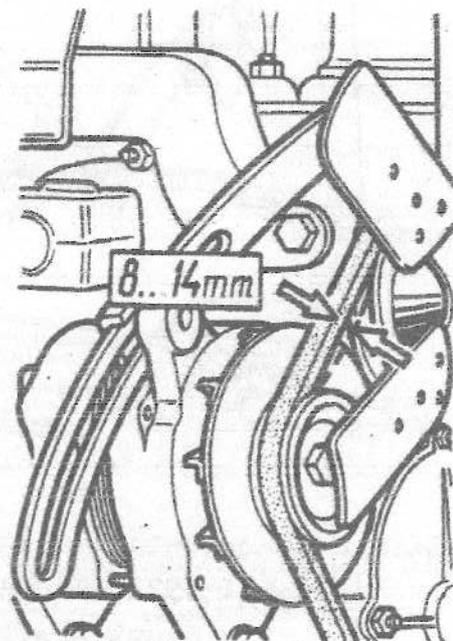

Bild 21. Prüfen der Lüfterriemen
Unzulässiges Ansteigen der Kühlflüssigkeitstemperatur kann durch zu niedrigen Stand der Kühlflüssigkeit im Kühler, lockeren Lüfterriemen sowie Bewegung des Wagens mit geschlossener Jalousie verursacht sein. Die Spannung des Lüfterriemens (Bild 21) wird durch Drehung der Lichtmaschine um ihre Befestigungsachse eingestellt. Normalerweise soll die Durchbiegung des Lüfterriemens bei Daumenprobe mit einer Kraft von 4 kp im Bereich von 8...14 mm liegen.
3. Regelmäßig die Spannung des Lüfterriemens prüfen (Bild 21).